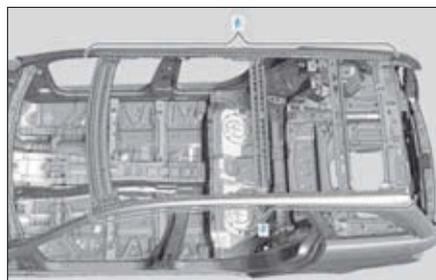
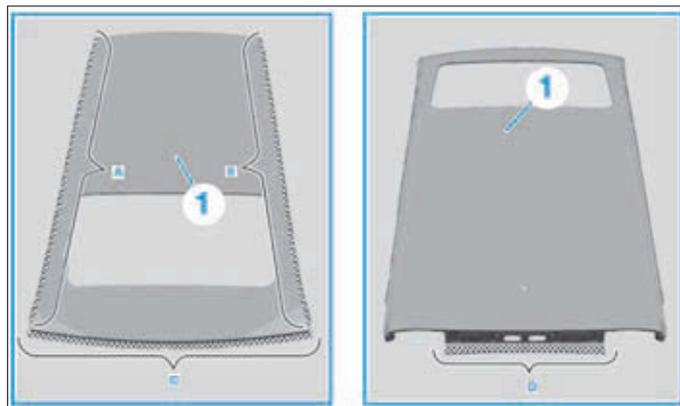

FIG. 134
FIG. 135
- Poncer au nu du métal les zones quadrillées (C et D) (Fig.134) et (Fig.135).